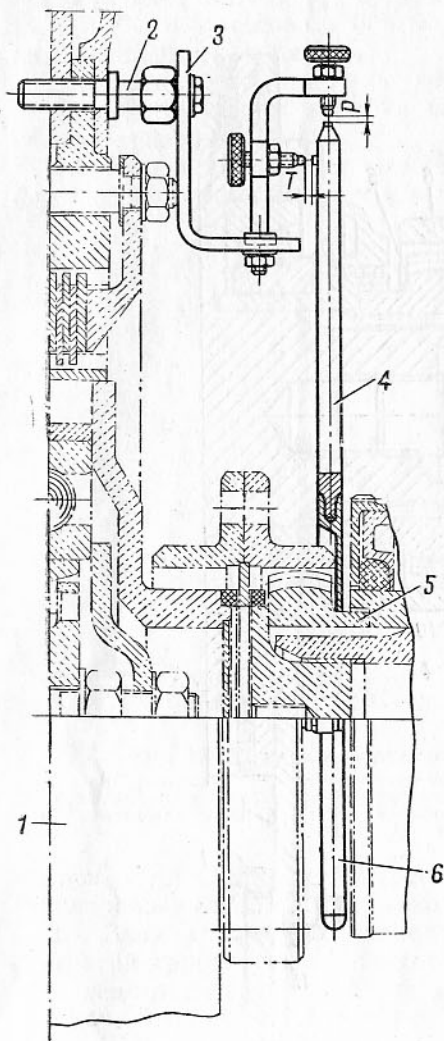

Рис. 21. Установка приспособления ЦП-3 для центровки двигателя с коробкой передач:
в) перекося осей ведущего вала коробки передач и коленчатого вала двигателя определяется торцовым зазором T между стрелками приспособления (рис. 21); разность зазоров T в верхнем и нижнем, в правом и левом положениях не должна превышать 0,8 мм; при замере в верхнем и нижнем положениях больший зазор должен быть при верхнем положении стрелок;
8. Установить и закрепить приспособление ЦП-3 для центровки на главном фрикционе и коробке передач (рис. 21). Измерить зазоры между стрелками в верхнем, нижнем и боковых положениях и произвести центровку коробки передач с двигателем согласно техническим условиям (см. Технические условия, пп. в, г).